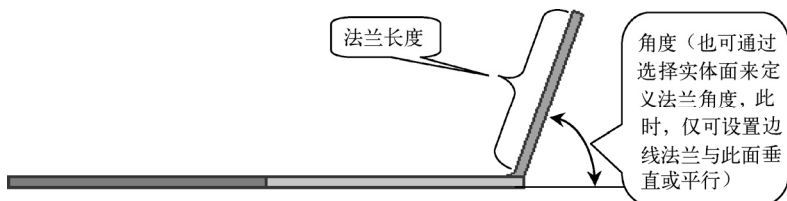
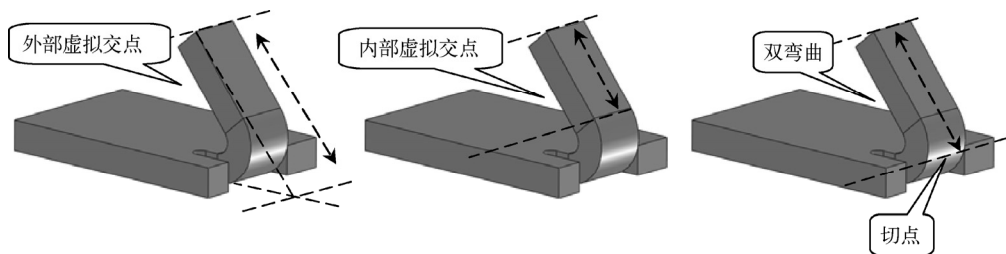

图 6-26 角度”卷展栏和“法兰长度”卷展栏的作用
图 6-27 法兰长度的度量方式
- “角度”卷展栏和“法兰长度”卷展栏：分别用于设置法兰壁与基体法兰的角度和法兰的长度，如图 6-26 所示。在设置法兰长度时，有 3 种测量方式：“外部虚拟交点” 、“内部虚拟交点”  和“双弯曲” ，其作用如图 6-27 所示。